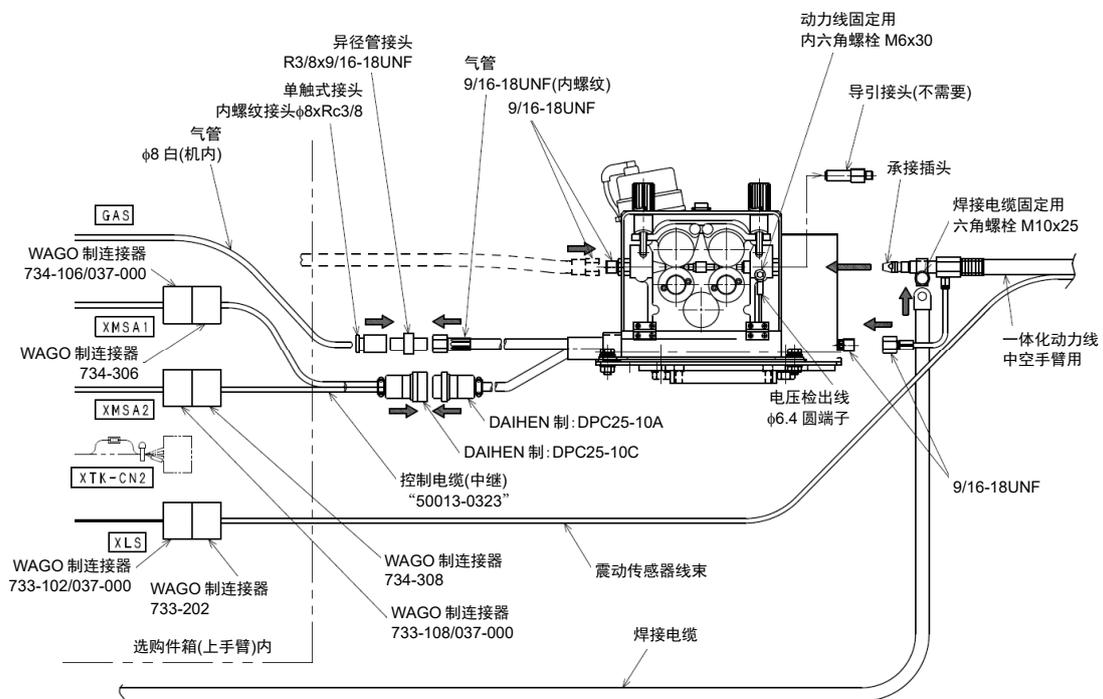

图 1.8 控制电缆及气管的连接(BA006N/L)
2. 参考图1.8, 用选配件箱内附属的电缆连接连接器(XMSA1和XMSA2)和控制电缆(中继)(选配件)。另外, 取出选配件箱内的气管, 安装异径管接头(选配件)和单触式接头(选配件), 并与送丝机的气管连接。